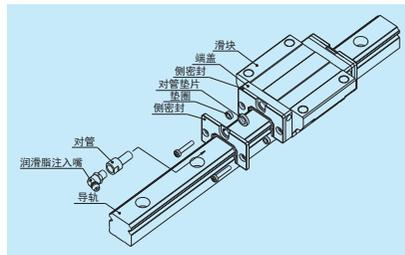

图 14 双密封
(3) 双密封
- 对标准成品追加安装双密封时，请利用在表 14 所示的成套双密封。(图 14)
- 对标准成品追加安装护板时，请利用如表图 14 所示的护板装置。